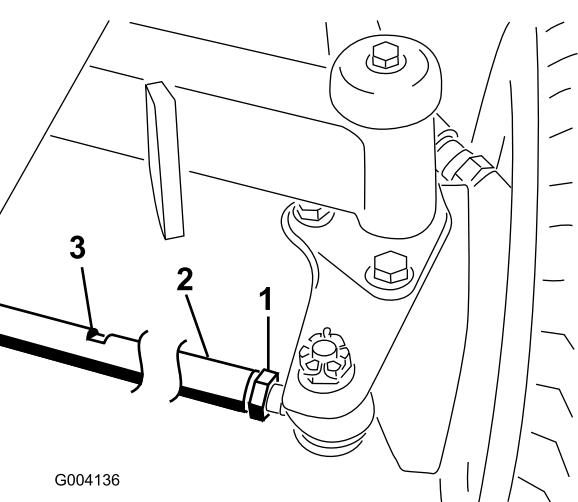

Bild 60
2. Lösen Sie die Klemmmutter an jedem Ende der Zugstange (Bild 60).